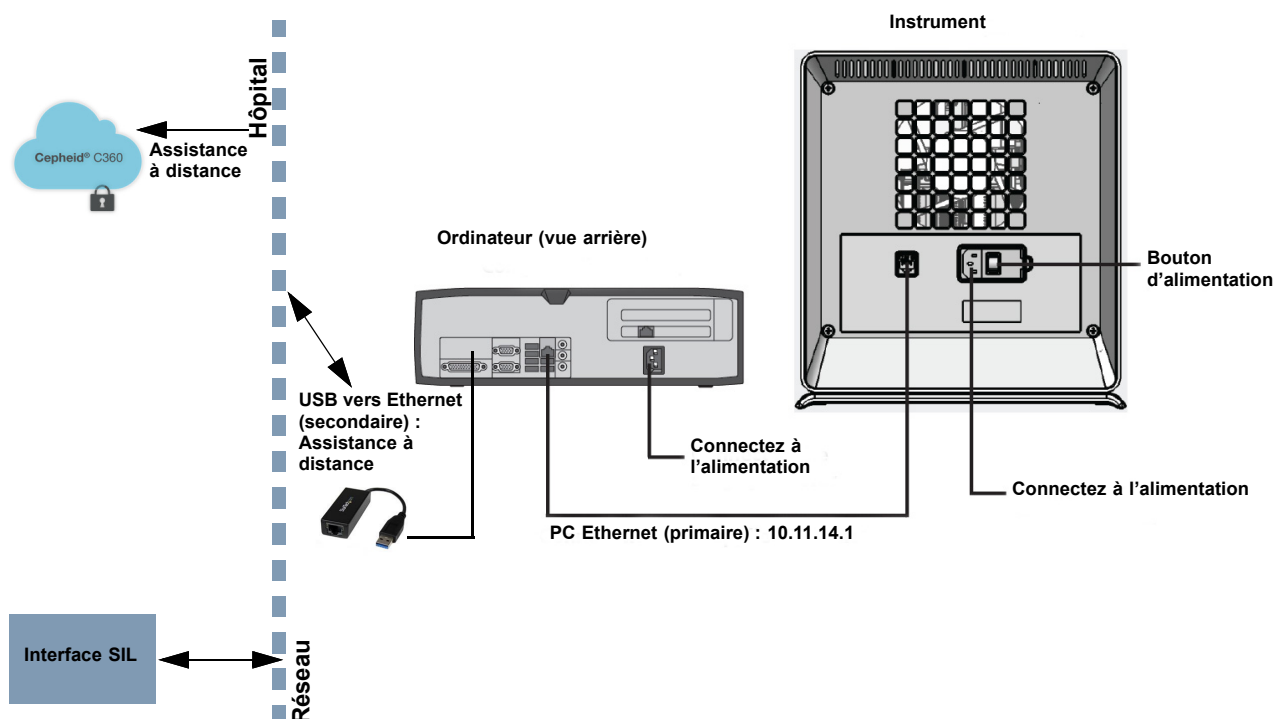
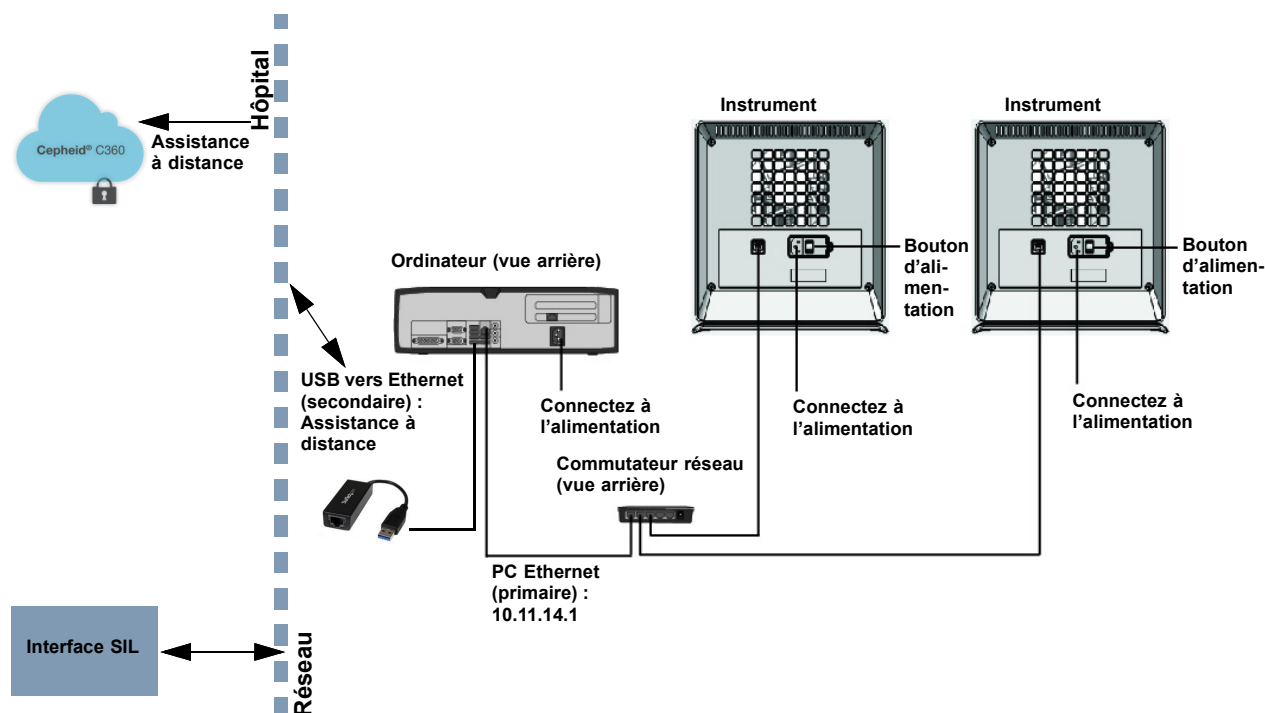

Figure 2-11. Connexion de l'instrument GX-IV au C360
Figure 2-12. Connexion de plusieurs instruments GX-IV au C360
3. Confirmez que la connexion Ethernet principale entre l'ordinateur et l'instrument (voir la Figure 2-11) ou le commutateur réseau (pour plusieurs instruments, comme illustré dans la Figure 2-12) utilise l'adresse IP **10.11.14.1**.